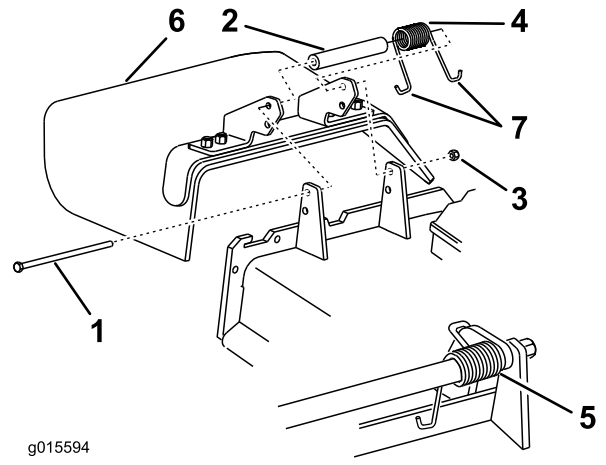

Figure 98
1. Retirez le contre-écrou, le boulon, le ressort et l'entretoise qui fixent le déflecteur aux supports de pivot (Figure 98). Enlevez le déflecteur s'il est endommagé ou usé.
3. Remettez le boulon et l'écrou. Accrochez une extrémité en **J** du ressort au déflecteur d'herbe (Figure 98).
Remarque: Prenez soin de placer une extrémité en **J** du ressort derrière le bord du tablier avant de mettre le boulon en place, comme illustré à la Figure 98.